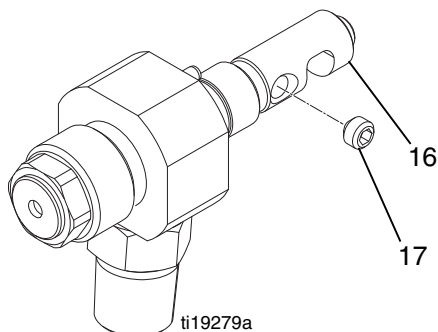

FIG. 14
4. Montez le guide du ressort (16) et installez-le contre le pointeau. Filetez sans serrer les deux vis de réglage (17) dans le guide du ressort, puis, alternativement et régulièrement, serrez les vis de réglage aux couples 1.1-1.6 N•m (10-15 po-lb). Remplissez les cavités des vis de réglage de graisse de pétrole. Consultez la FIG. 14.